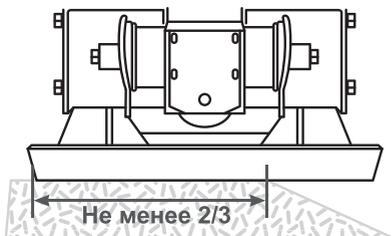

Рис. 12 Расположение виброплиты на краю обрабатываемой поверхности
13. При перемещении виброплиты по краю обрабатываемой поверхности, в плотном соприкосновении с поверхностью должно оставаться не менее 2/3 части рабочей площади плиты (Рис. 12).